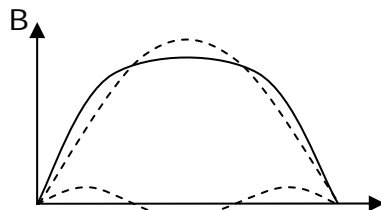

Fig. 2
5. En la Fig.2 las líneas discontinuas representan la componente fundamental y tercera armónica de la inducción en el entrehierro, dada por la línea de trazo continuo. ¿Qué implicaciones tiene en el diseño del circuito magnético la inducción dada? ¿De qué forma influye la presencia armónica en el comportamiento de la máquina? (0,8 ptos)